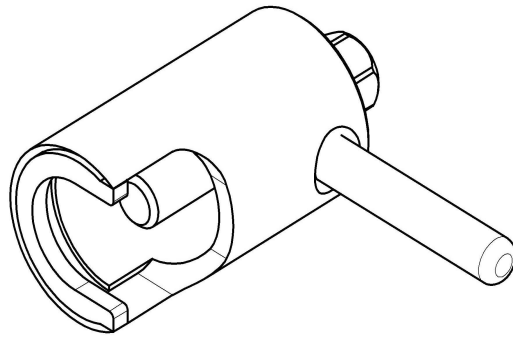

Рис.33 Съемник крыльчатки(11000002907).
- снять крыльчатку при помощи специального съемника (см. рис.33);